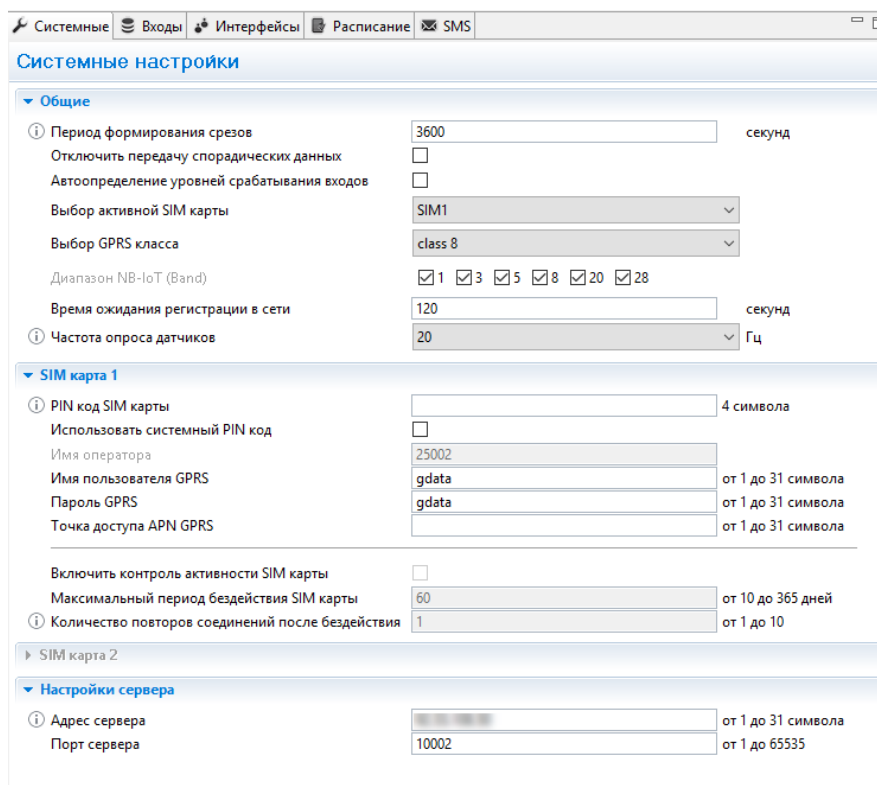

Рис. 49. RTU Configuration Tool. Системные настройки.
**Системные** — вкладка для настройки параметров соединения и передачи данных (Рис. 49). Значения по умолчанию и диапазон значений по каждому параметру указаны в Таблице 9.